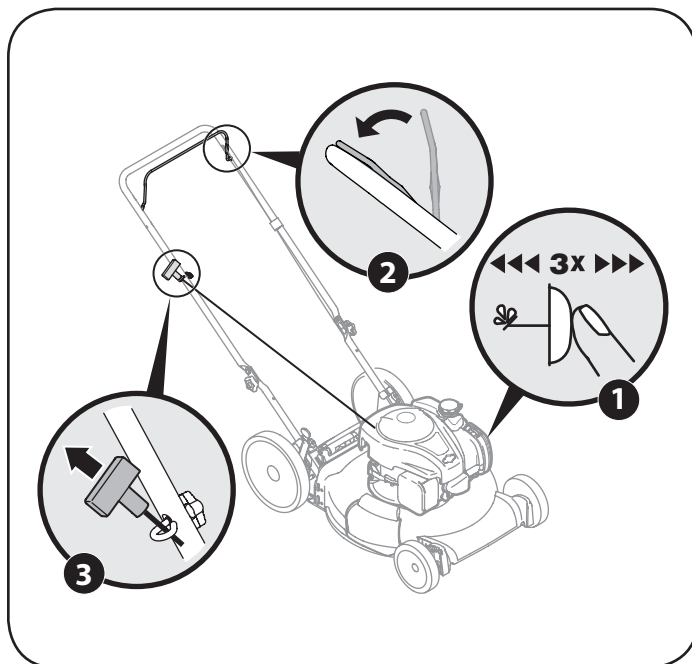

Figura 12
1. Empuje el cebador tres veces. Vea la Figura 12. No cebe el motor caliente para reiniciarlo luego de una detención breve.
3. Sostenga firmemente las dos manijas juntas, tome la manija del arrancador de retroceso y tire de la cuerda para sacarla con un movimiento rápido y continuo. Vea la Figura 12. Mantenga firme la manija del arrancador, deje que la cuerda regrese lentamente al arrancador. Repita hasta que el motor esté en marcha. Deje que la cuerda se enrosque lentamente de regreso.